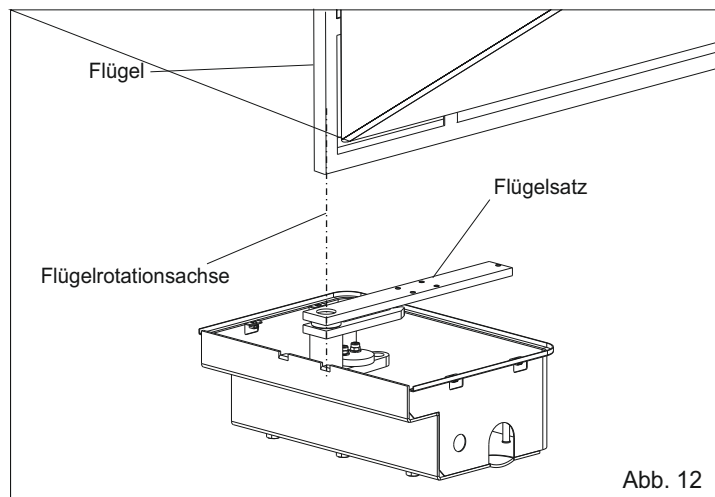

Abb. 12
3.1. Den Torflügel auf den Flügelsatz positionieren und dabei die Rotationsachse des Flügelscharniers (Abb. 12) berücksichtigen;